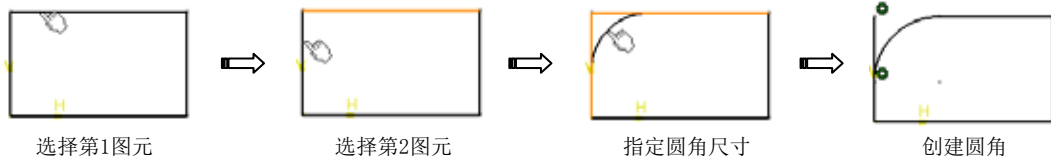

图5-5 修剪第一图元
- ★ 修剪第一图元：单击此按钮，创建圆角后仅仅修剪所选的第1个图元，如图5-5所示。